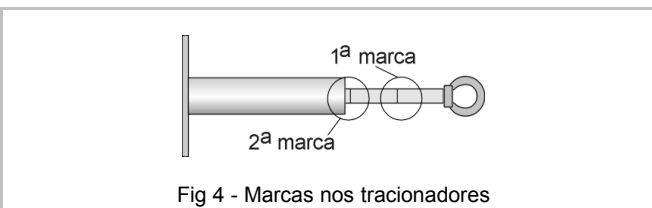

Fig 4 - Marcas nos tracionadores
2.4 O ajuste da tensão do tracionador deve ser feito da seguinte forma : Para ajustar o tracionador da esquerda, mova manualmente a alavanca até travar conforme mostrado na fig.5A. Com a chave nesta posição deve-se girar o corpo do tracionador, esticando o cabo de aço até que a segunda marca (fig. 4) fique visível. Se necessário, corte um pedaço do cabo de aço e insira-o novamente no gancho, apertando seu parafuso firmemente.